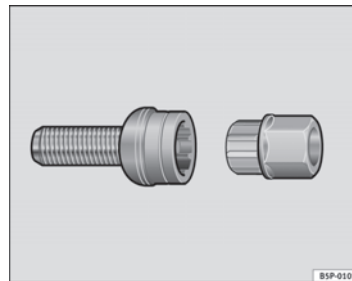

Abb. 185 Diebstahlhemmende Radschraube
- Setzen Sie den Adapter bis zum Anschlag in die diebstahlhemmende Radschraube ein ⇒ Abb. 185.